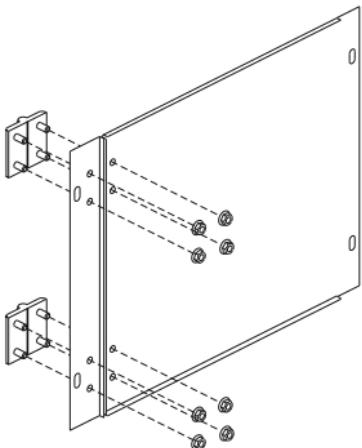

Рисунок 25
18.1 Закрепите две петли на панели поворотной и кронштейне панели оперативной поворотной гайками M6 (рисунок 25).